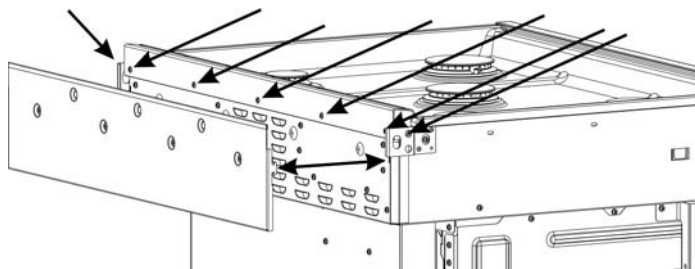

Figure 3 : Emplacements des vis de la garniture (grille d'aération retirée)
arrière et Figure 3: Emplacements des vis de la garniture (grille d'aération retirée).
4. Soulevez la grille d'aération hors des fentes qui la maintiennent en place. Repérez les emplacements des fentes pour plus tard. Voir Figure 3: Emplacements des vis de la garniture (grille d'aération retirée).
6. Retirez les vis qui maintiennent la garniture (cinq vis à l'arrière et une vis à chaque extrémité). Conservez deux de ces vis pour l'installation de la garniture de l'îlot. Voir Figure 3: Emplacements des vis de la garniture (grille d'aération retirée).
8. Installez cinq vis d'entretoise (inclus dans le nécessaire de garniture d'îlot) à l'arrière de la cuisinière, aux mêmes emplacements prévus pour les 5 vis d'origine de la garniture arrière. Voir Figure 3: Emplacements des vis de la garniture (grille d'aération retirée).